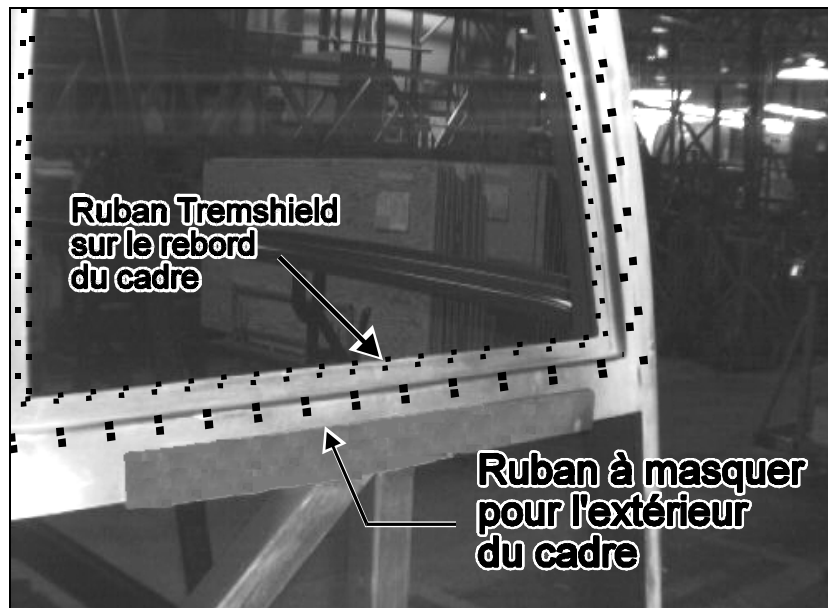

FIGURE 3: EXTÉRIEUR DU CADRE DE LA FENÊTRE
- Masquer le rebord du cadre de la fenêtre à l'extérieur du véhicule. L'extérieur doit être masquer à 1.59 mm (1/16") du rebord minimum (Fig. 3).
13. Installer le ruban Tremshield (Prévost #681089, Qté.2) sur le rebord de la surface d' appui (Fig. 3).
14. Appliquer un cordon de scellant (Prévost #681092) de 6 mm (1/4") à 8 mm (5/16") de diamètre au fond de la cavité située entre le ruban Tremshield et le ruban à masquer (Fig. 3).